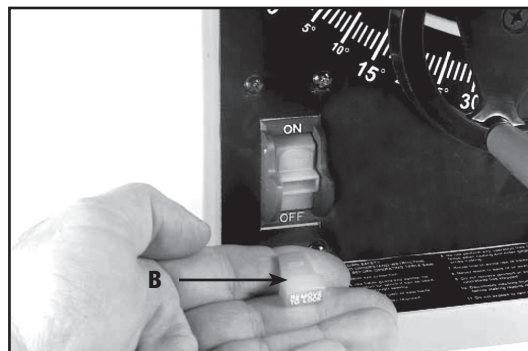

Fig. 28
IMPORTANTE: Cuando la herramienta no se utilice, bloquee el interruptor en la posición de "APAGADO" (OFF) para prevenir el uso no autorizado. Para bloquear la herramienta, tome la palanca del interruptor (B) y hale del interruptor hacia afuera (Fig. 28). Al quitar la palanca del interruptor (B), éste no operará. Sin embargo, si se extrajera la palanca del interruptor mientras la sierra está funcionando, la máquina se puede "APAGAR", pero no se puede volver a encender sin reinsertar la palanca del interruptor (B).